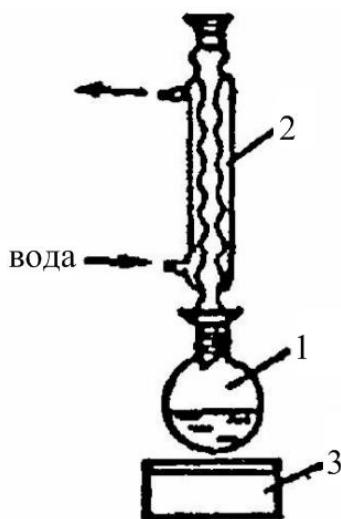

Рис. 2. Установка для приготування насиченого розчину:
2. *Приготування насиченого розчину.* Речовину (бензенову кислоту) та кілька кип'ятильних камінців завантажують у круглодонну колбу і додають невелику кількість розчинника. Колбу, з'єднану із зворотним холодильником, нагрівають до кипіння розчину. Якщо речовина не розчинилася, розчинник додають невеликими порціями до повного її розчинення. Якщо розчин забарвлений, то його охолоджують, додають адсорбент активоване вугілля (~ 1% від маси речовини) і кип'ятять 5 хвилин (рис. 2).